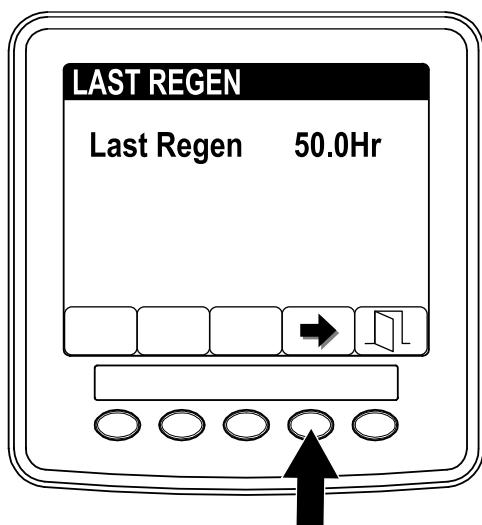

Figura 6
3. Utilice el campo LAST REGEN (Última regeneración) (Figura 6) para determinar cuántas horas se ha utilizado el motor desde la última regeneración de restablecimiento, con la máquina aparcada o de recuperación.